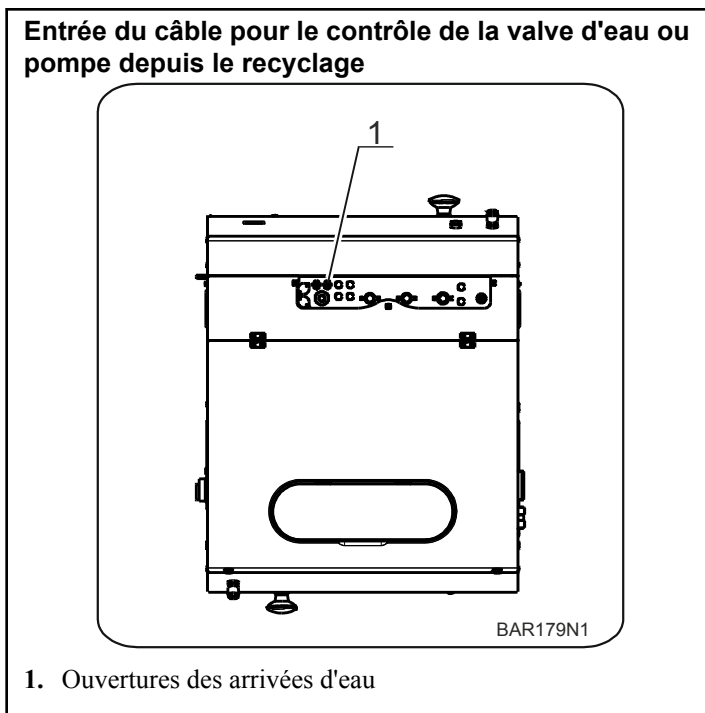

Figure 27
2. Positionnez un passe-câble dans l'ouverture et tirez le câble à travers le passe-câble. Voir *Figure 27* .